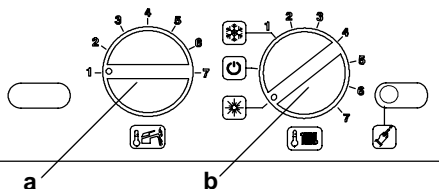

Figura 2.5 Pannello comandi solo sanitario.
- 4 Ruotare il selettore **b** come in **Figura 2.5**.